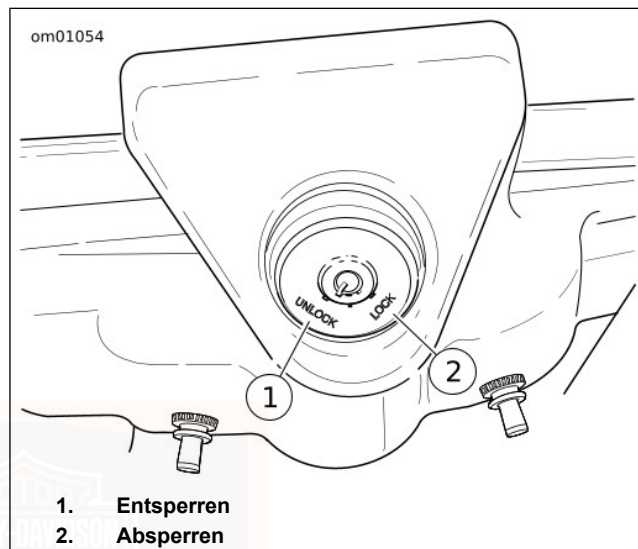

Abbildung 14. Gabelschloss: FLHRSE3
Siehe Abbildung 14. Die FLHRSE3-Modelle haben das Gabelschloss an der Oberseite des Lenkkopfs hinter dem Scheinwerfertopf und versenkt in der Lenkerschellenverkleidung.
2. Siehe Abbildung 14. Zum Absperren den Schlüssel einführen und nach links drehen.